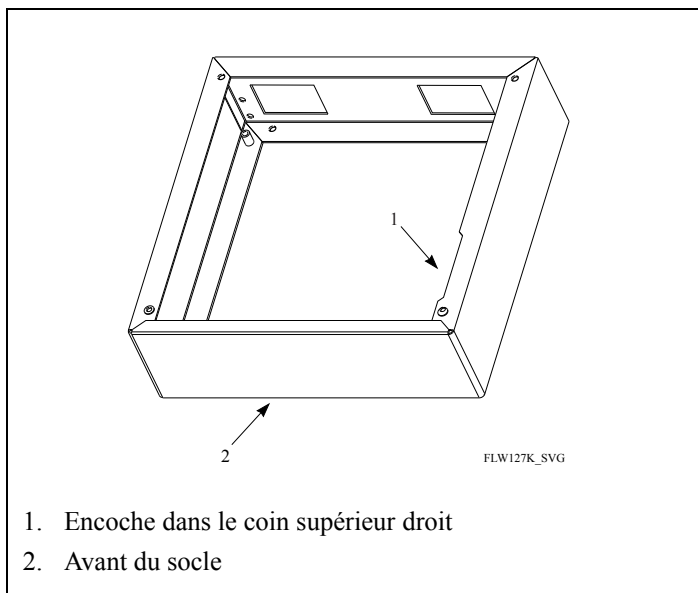

Figure 2
7. Placer le socle à l'emplacement final voulu. Le positionner de manière à ce que l'encoche soit dans le coin supérieur droit. Voir la *Figure 2*.
9. Placer le socle à l'emplacement final voulu. Le positionner de manière à ce que l'encoche soit dans le coin supérieur droit. Voir la *Figure 2*.